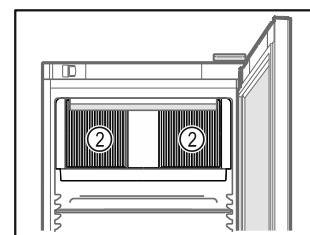

Fig. 58
- ❑ Větrací otvory Fig. 58 (2) oběhového vzduchového čerpadla ve vnitřním prostoru udržujte volné.